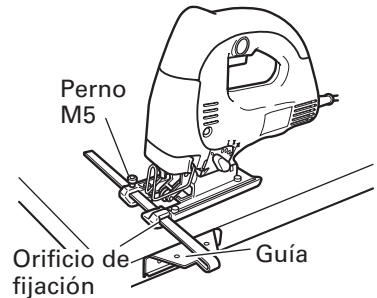

Fig. 13
- (3) Fije la guía haciéndola pasar a través del orificio de fijación de la base y apriete el perno M5. (Fig. 13)
- (4) Ajuste la posición orbital a "0".